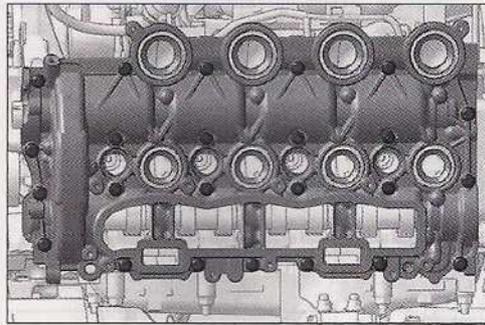

FIG. 81
- El cárter de apoyos de ejes de levas (Fig.81).